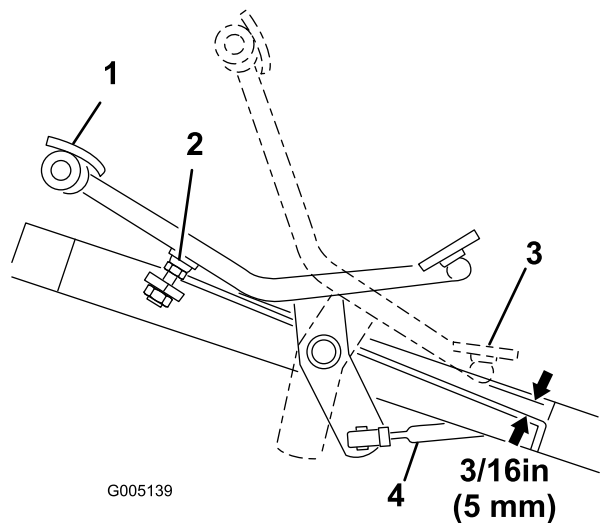

Figure 40
1. Appuyez à fond sur le haut (marche avant) de la pédale de déplacement jusqu'à ce que le tiroir de la section N° 5 soit complètement sorti. La pédale doit toucher la butée (Figure 40).
2. Vérifiez la distance entre le bas de la pédale et le repose-pied, comme illustré à la Figure 40. La distance doit être d'environ 5 mm. Si la distance est supérieure ou inférieure à 5 mm, il faut régler la tige de commande de déplacement. Procédez comme suit :
- Enlevez le contre-écrou et la rotule qui fixent la tige (Figure 40) au pivot de l'arbre de transmission.